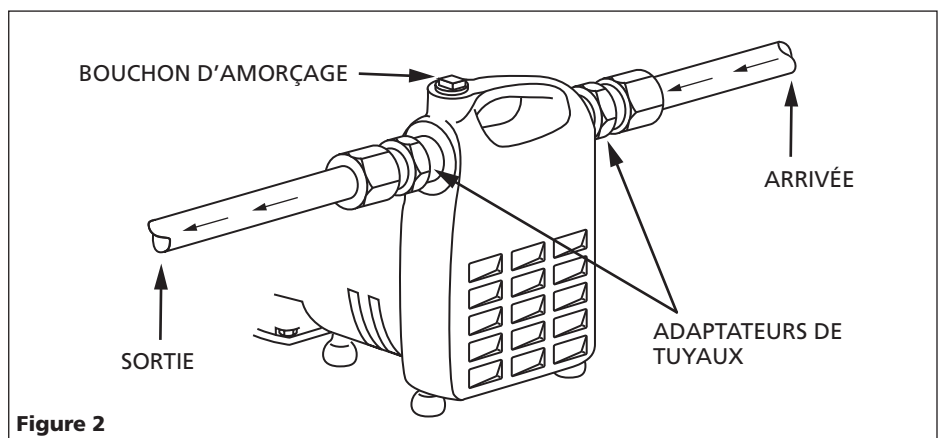

Figure 2
4. La figure 2 démontre une installation typique. Des adaptateurs filetés sont fournis pour attacher un boyeau d'arrosage là où les